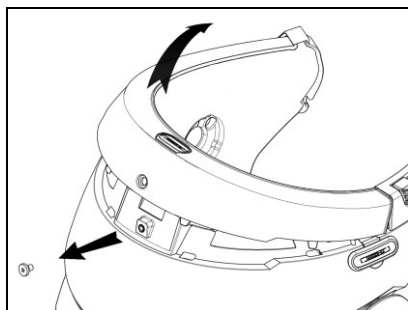

Fig. 4
- Rimuovere la vite della guarnizione di bordo del casco utilizzando l'apposita chiave (Fig. 4).
- Rimuovere completamente la guarnizione di bordo come illustrato in Fig. 4, rimuovendo così anche l'imbottitura di conforto.